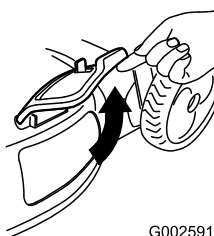

Figure 24
2. Levante la puerta de descarga lateral (Figure 24).